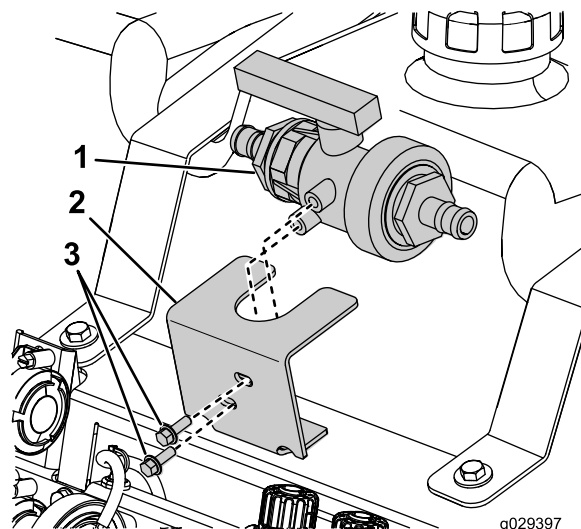

Figura 32
3. Instale o suporte de montagem da válvula no apoio de montagem da válvula com dois parafusos de cabeça sextavada (5/16 x 1 pol.) e duas porcas flangeadas (5/16 pol.), conforme indicado na Figura 32.
4. Prenda a válvula de esfera ao suporte de montagem da válvula com os dois parafusos de cabeça sextavada (5/16 x 3/4 pol.), como se mostra na Figura 32.